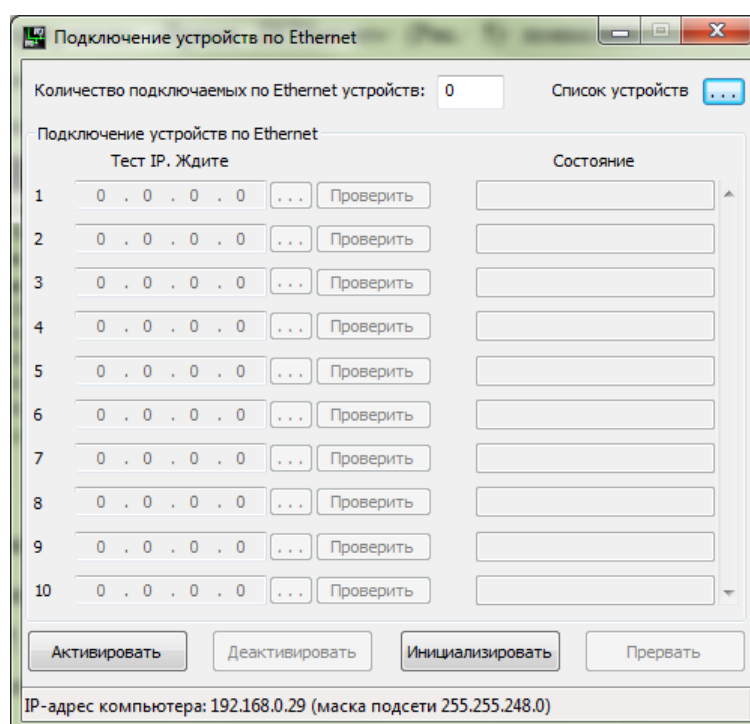

Рис. 2.3 Программа «Подключение устройств по Ethernet»
4. В меню «СЕТЕВЫЕ ПРОГРАММЫ» на панели ZETLAB выбрать программу «Подключение устройств по Ethernet» (Рис. 2.3).